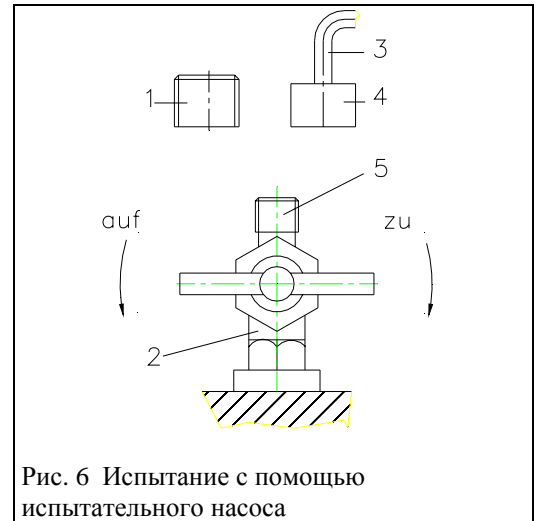

Рис. 6 Испытание с помощью испытательного насоса
2.2. Испытание с помощью испытательного насоса (рис. 6)
- * малую колпачковую гайку (1) отвинтить с испытуемого клапана (2)
- * навинтить адаптер (4) соединительного шланга (3) к испытательному насосу на патрубок клапана (5)